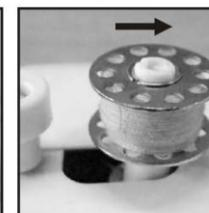

рис. 13
- Нажмите на педаль. Когда шпулька будет полностью намотана, Верните шпиндель в положение слева, отрежьте нить и снимите шпульку со шпинделя. (рис. 13)